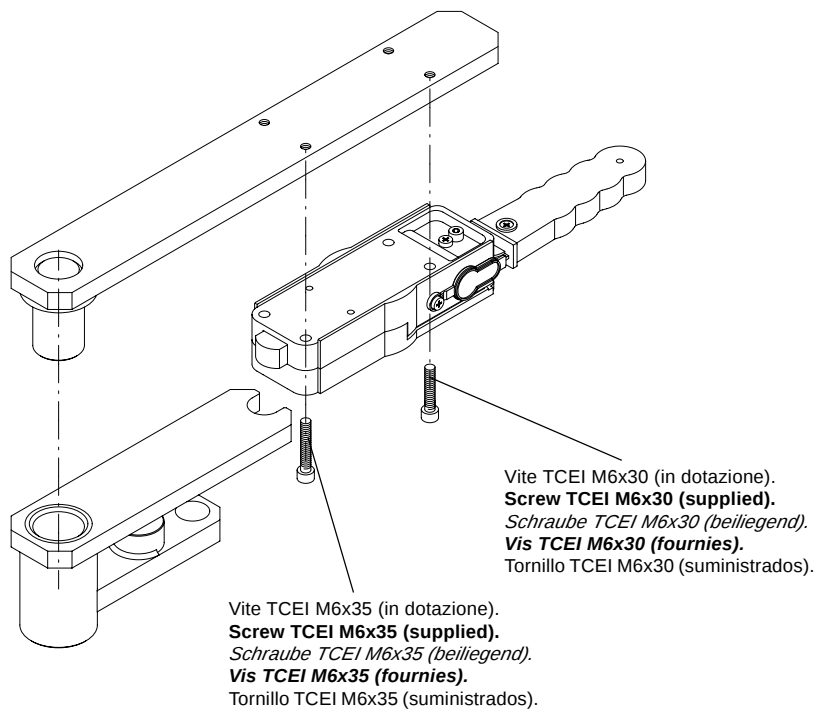

Fig.4
- 3 Premontare lo sblocco manuale alla staffa di supporto anta come da fig. 4.
- 3 Pre-assemble the manual release to the gate supporting iron bar, as shown in Fig. 4.
- 3 Manuelle Entriegelung an Flügelhalterungsbügel gemäß Abb. 4 vormontieren.
3 Prémonter le déverrouillage manuel à la bride de support de la porte de la manière illustrée à la fig. 4.
- 3 Premontar el desbloqueo manual a la pletina de soporte de la hoja como en la fig. 4.